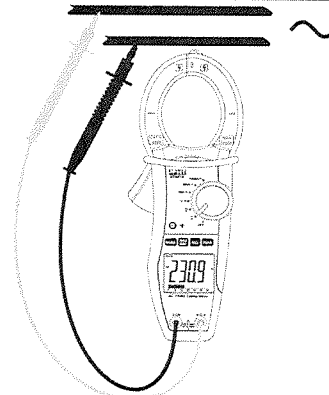

Abb. 2: AC Spannungsmessung
2. Verbinden Sie die Meßleitungen mit den Eingangsbuchsen. Die rote Messleitungsbuchse mit der $V\Omega$) Eingangsbuchse, die schwarze Messleitungsbuchse mit der COM Eingangsbuchse (Abb. 2)